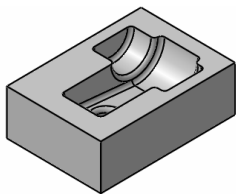

图 3-90 打开的模型文件(2)
1) 启动 CATIA V5 R20 后, 单击工具栏上的打开按钮, 打开选择文件对话框, 选择“benggai.catpart” (随书光盘: \第3章3.2\uncompleted\benggai.catpart), 单击“OK”按钮, 打开的模型文件(2)如图3-90所示。
1) 单击“Geometry Management”工具栏上的“Creates rough stock”按钮, 系统弹出“Rough Stock”对话框(1), 激活“Part body”编辑框, 选择如图3-90所示的模型零件为目标加工零件。